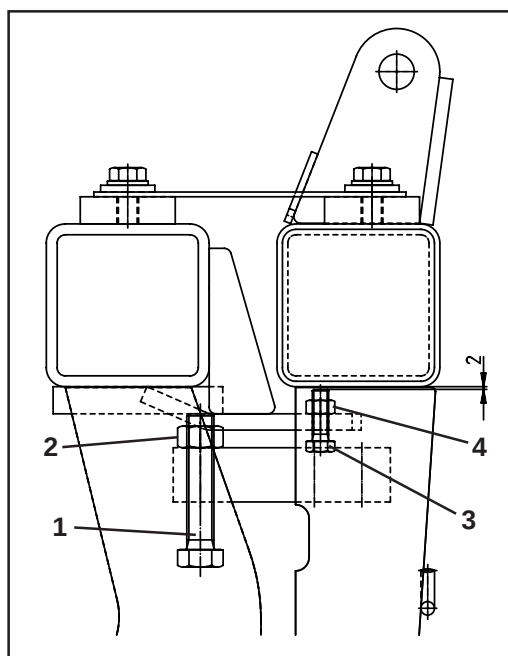

Fig. 9.3
La vis de mesure (Fig. 9.3/1) est située au centre, sous le châssis de l'épandeur, dans la cellule de pesée.
- Desserrer le contre-écrou (Fig. 9.3/2)
- Régler la vis de mesure (Fig. 9.3/1)
- Serrer le contre-écrou (Fig. 9.3/2)
Régler les vis de limitation (Fig. 9.3/3) avec un jeu de 2 mm, comme le montre la figure. Ces vis se situent à gauche et à droite sur le châssis de l'épandeur.
- Desserrer le contre-écrou (Fig. 9.3/4)
- Régler les vis de limitation (Fig. 9.3/3)
- Serrer le contre-écrou (Fig. 9.3/4)